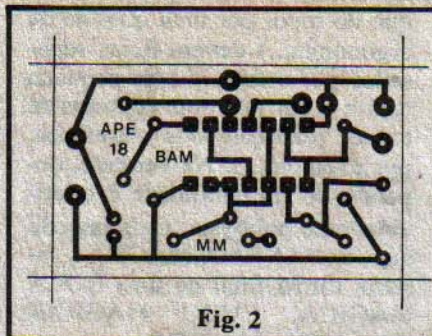

Fig. 2
- **FIG. 2** - Como em toda MINIMONTAGEM, e por razões óbvias, a placa de Circuito Impresso do BAM é pequena, e tem seu **lay out**, em tamanho natural, mostrado na fig. 2. Quem tiver o material padrão para confecção (decalques ou tinta ácido-resistente, percloreto de ferro, material para limpeza e furação) não encontrará nenhuma dificuldade na elaboração da sua própria plaquinha. Os que optarem pela aquisição em KIT do BAM (ver